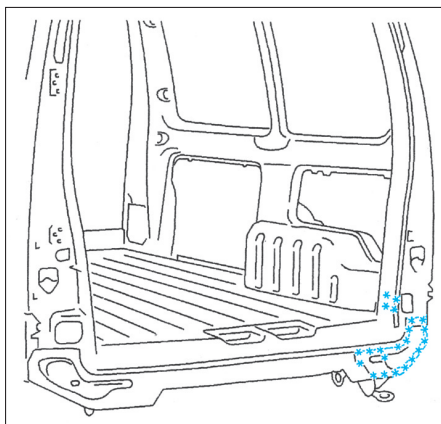

FIG. 127
- Dégraffer les points de soudure électrique à l'aide d'une fraise Ø 8 mm (Fig.127).